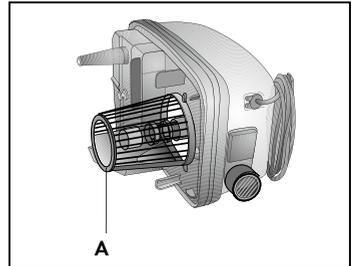

Fig. 21
- Vider le réservoir de récupération (2).
- Activer la fonction d'aspiration avec la touche (19) et aspirer l'eau avec les accessoires précédemment utilisés pour le nettoyage.
- Vider le réservoir de récupération (2) et répéter l'opération, s'il y a lieu.
Chaque fois que vous nettoyez la partie inférieure de l'appareil, nettoyer aussi le filtre (A) dans la partie extérieure de tout résidu solide éventuel (Fig. 21).